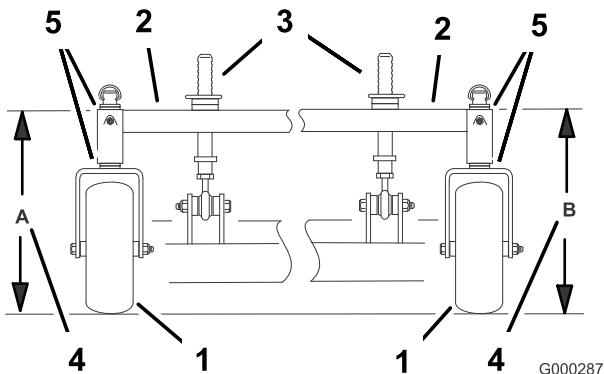

Figure 69
4. Mesurez la hauteur du bâti porteur au point **A** (Figure 69).
5. Mesurez la hauteur du bâti porteur au point **B** (Figure 69).